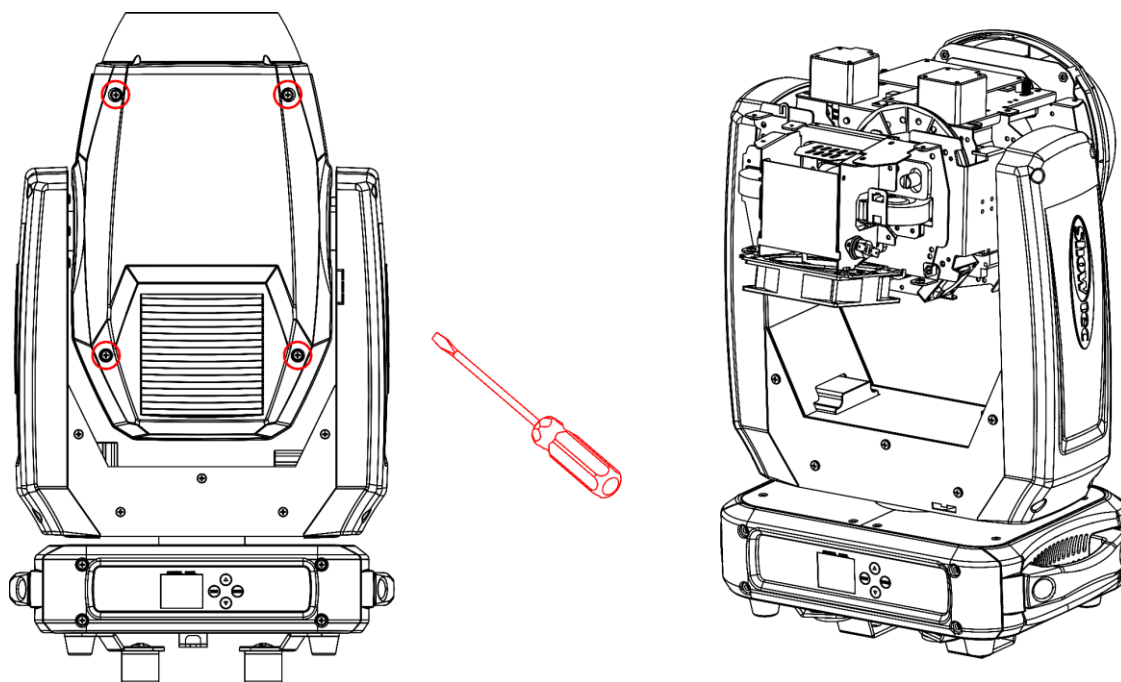

Fig. 18
- 02) Afloje los 8 cierres de la carcasa y extraiga ambas cubiertas (Fig. 18).